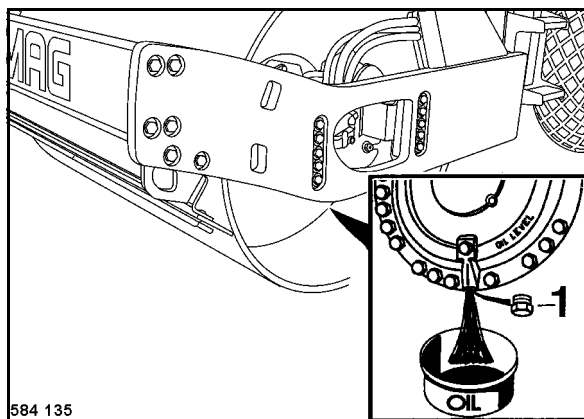

Fig. 189
- Estacionar el rodillo de forma que el tapón de descarga 1 (Fig. 189) se encuentra en el punto más bajo.